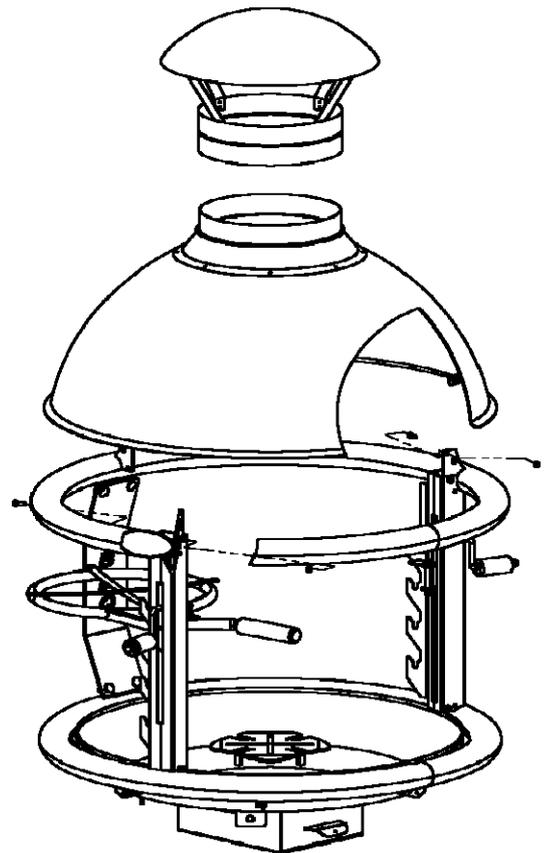

Рисунок 8
8. Заднюю пластину с надписью «BBQ» закрепите к трубе-ободу дымового купола с помощью болтов M10 (квадрат) и гаек M10(самоконтр) (рисунок 8)